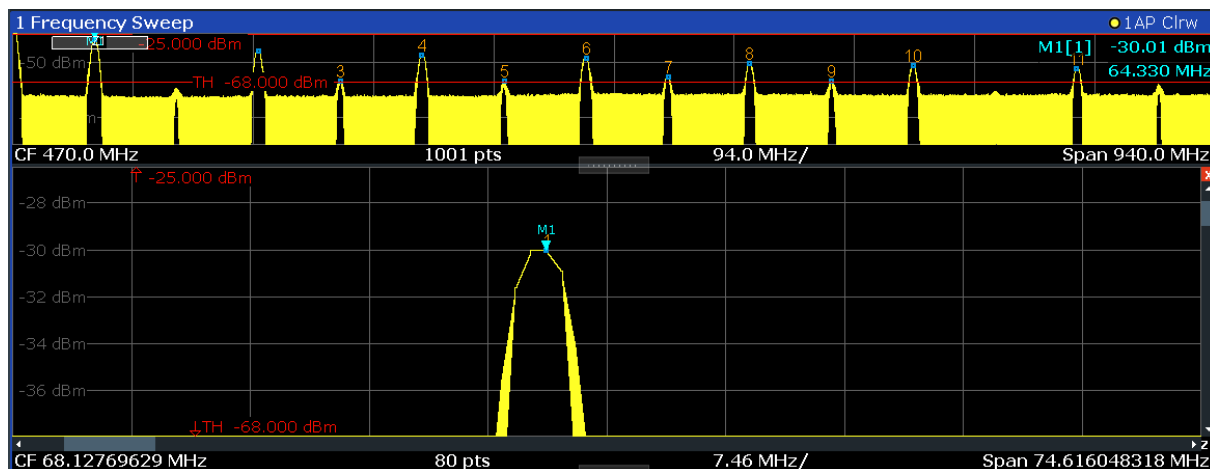

Figura 6-13: Visualizzazione ingrandita intorno a un picco
3. Nella figura 6-13, il picco ingrandito è rappresentato da una traccia molto spessa. Ciò è dovuto al numero insufficiente di punti di misura acquisiti durante lo sweep. I punti di misura mancanti per la visualizzazione zoom sono interpolati, e ciò produce risultati inadeguati. Per ottimizzare i risultati aumen-